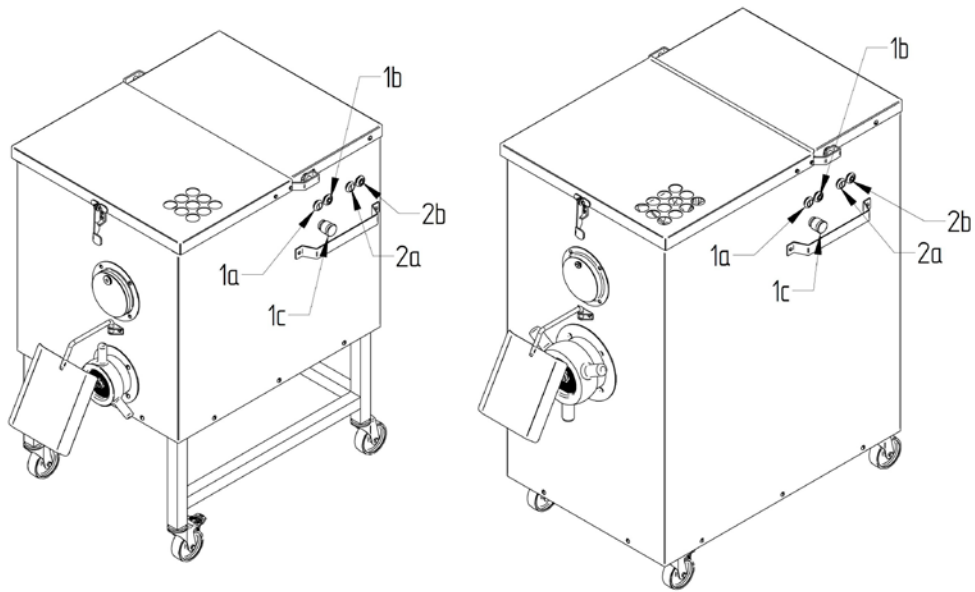

Рисунок 1
В модели LM-32A, LM-98A, LM-42A и LM-130A кнопки ПУСК/СТОП для двигателя волчка (Рисунок 1: № 1a, 1b) и для двигателя смесителя (№ 2a, 2b), а также аварийная кнопка выключения (№ 1c) находятся с левой стороны машины. Кнопка Пуск снабжена выключателем низкого напряжения для предотвращения непроизвольного включения машины после остановки машины из-за отключения электричества.
1. **ОСТАНОВИТЕ** машину нажав на черную кнопку Стоп (Рисунок 1, № 1b).
При условии, что все требования, указанные в разделе 5.1.2 соблюдены, мясорубка включается нажатием на белую кнопку Пуск (Рисунок 1, № 1a). Двигатель смесителя включается нажатием второй белой кнопки Пуск (№ 2a).
Мясорубка может быть остановлена нажатием на черную кнопку Стоп. (Рисунок 1, № 1b), а двигатель смесителя нажатием кнопки №2b. **В случае необходимости мясорубка останавливается** нажатием на **КНОПКУ АВАРИЙНОЙ ОСТАНОВКИ** (Рисунок 1, № 1c). Машина также снабжена выключателем низкого напряжения для предотвращения непроизвольного включения машины после остановки машины из-за временного отключения электричества.